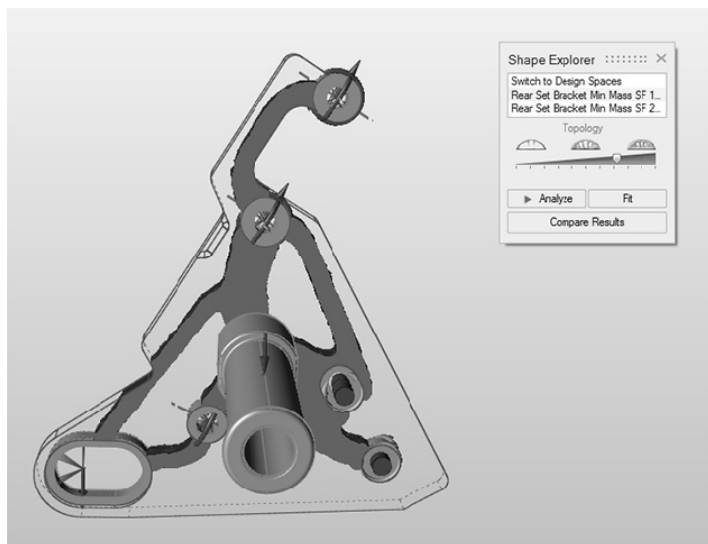

图 7-24
1) 在模型浏览器或形状探索器中选择最小质量安全系数为 1.2 方案，此时得出最小安全系数为 1.2 时的优化结果，如图 7-24 所示。